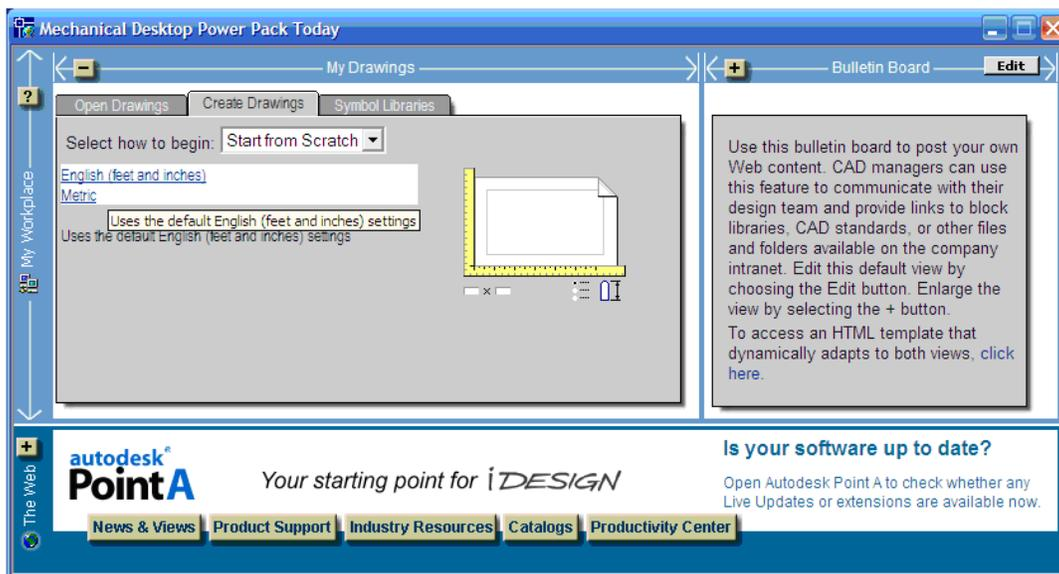

Figura 77
- En el cuadro de dialogo de Mechanical Desktop Today seleccionamos la pestaña Create Drawing en donde seleccionamos la opción Start from Scratch y seleccionamos English (feet and inches) como unidad de medida, como se muestra en la figura 77.